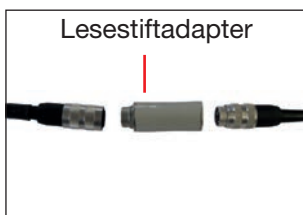

Abb. 5
- Lesestiftadapter durch Drehen gegen den Uhrzeigersinn von den Steckerkupplungen abschrauben (Abb. 5).